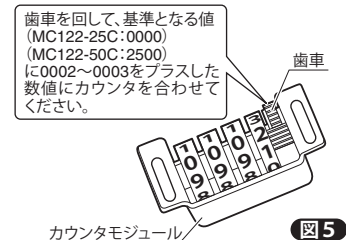

図5
- Remove the Counter for access, and rotate the gear to adjust. Set the counter to 0.02~0.03 above the reference value. (Fig.5)
- ②カウンタモジュールを取り出し、歯車を回して基準となる値に0.02~0.03をプラスしたところに合わせてください。(図5)